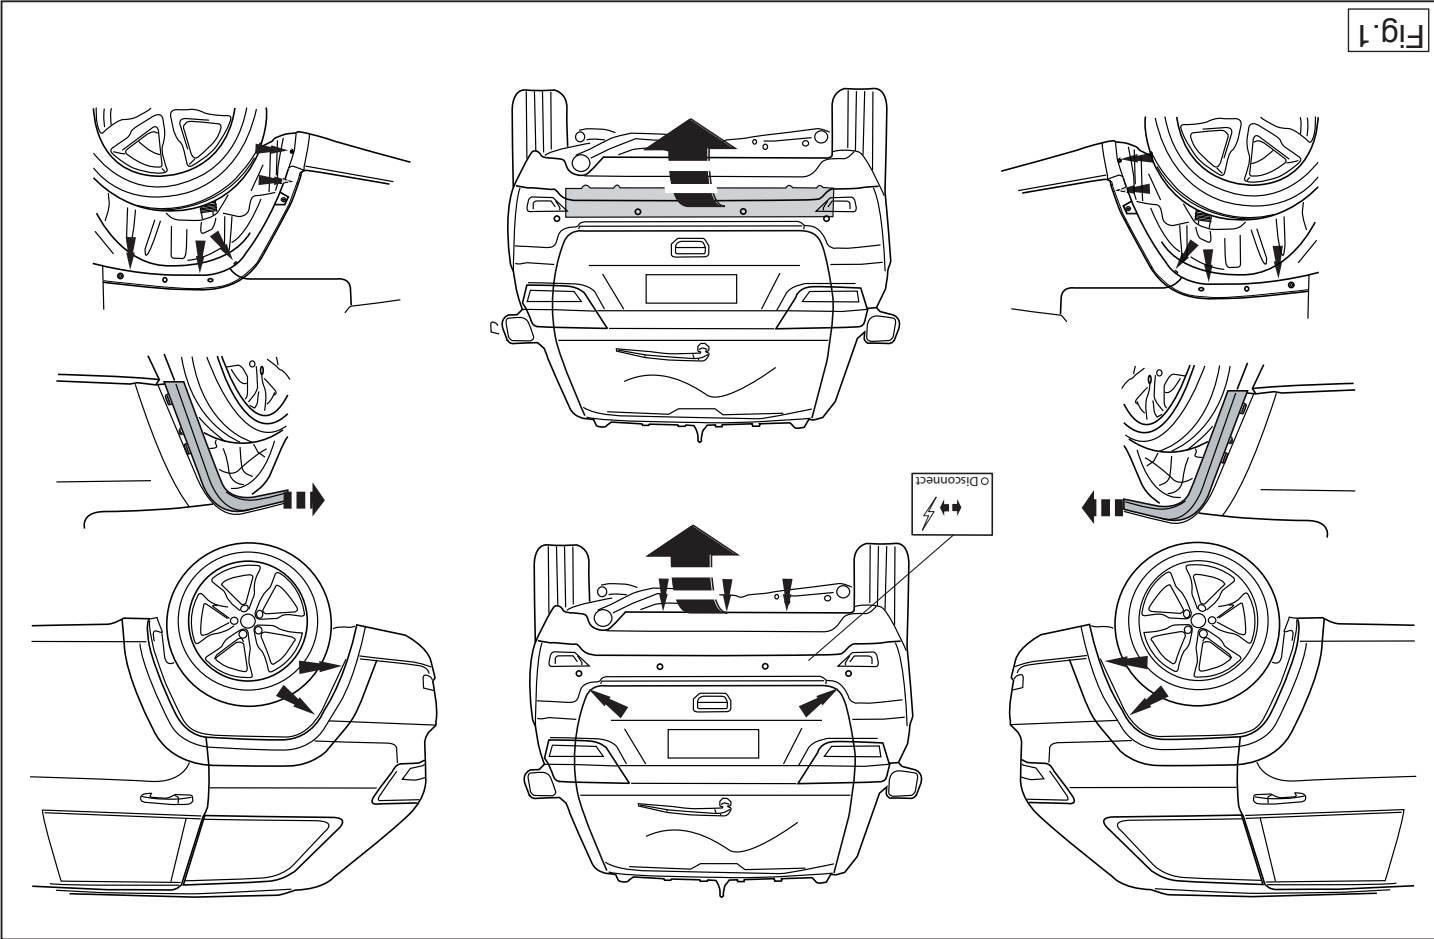

Fig. 1
1. Demonteer de bumper inclusief de stalen stootbalk van het voertuig, de stootbalk wordt niet meer gebruikt. (zie fig. 1)
1. Remove the bumper and the steel buffer beam from the vehicle. The buffer beam will no longer be needed. (see fig. 1).
1. Die Stoßstange einschließlich des stählernen Stoßbalkens vom Fahrzeug abmontieren. Der Stoßbalken wird nicht mehr benötigt. (siehe Fig. 1).
1. Déposer le pare-chocs du véhicule y compris la traverse en acier ; la traverse ne sera plus utilisée. (voir la fig. 1).
1. Demontera stötfångaren inklusive stötranden av stål från fordonet, stötranden förfaller. (se fig. 1).
1. Demonter kofangeren, inklusive køretøjets stålstødbjælke. Denne bliver overflødig. (jævnfør fig. 1).
1. Desmontar el parachoques inclusive el tope de acero del vehículo, el tope no se vuelve a utilizar. (véase la fig. 1).